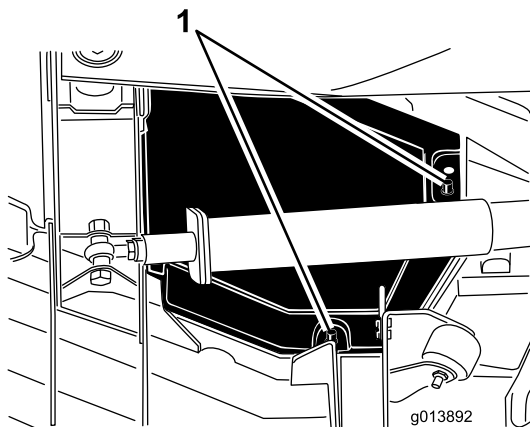

Figura 45
4. Separe los bordes trasero e interior de la cubierta de las clavijas de montaje (Figura 45).